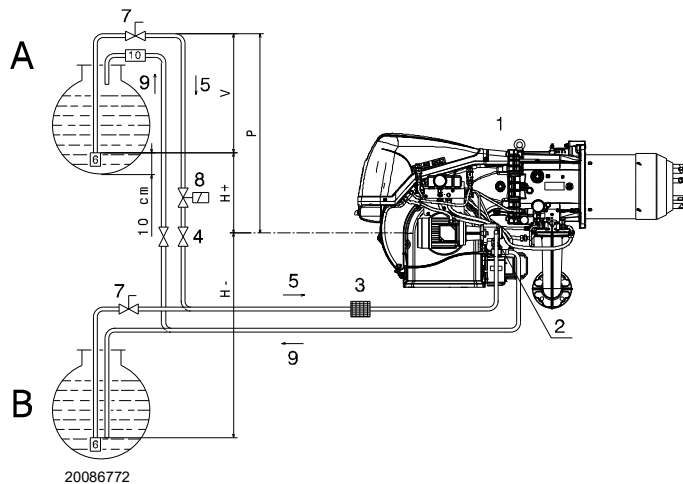

Fig. 21
**Cuve située plus haut que le brûleur A (Fig. 21)**
**Cuve située plus bas que le brûleur B (Fig. 21)**
**Légende (Fig. 21)**